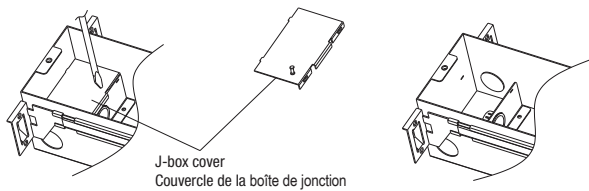

Fig. 4
6. Pry off junction box cover by flat screwdriver, punch out appropriate hole for AC wires feed (Fig. 4).
10. Restore junction box cover after wire connections, insert one side first and snap in another side (Fig. 4).
6. Retirer le couvercle de la boîte de jonction à l'aide d'un tournevis plat, percer le trou approprié pour l'alimentation des fils CA (Fig. 4).
11. Remettre en place le couvercle de la boîte de jonction après les connexions des fils, en insérant d'abord un côté, puis en enclenchant l'autre côté (Fig. 4).